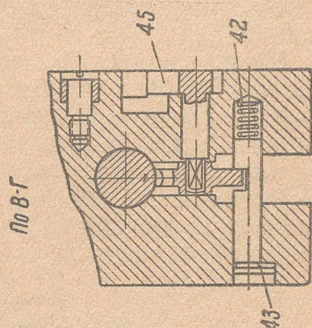
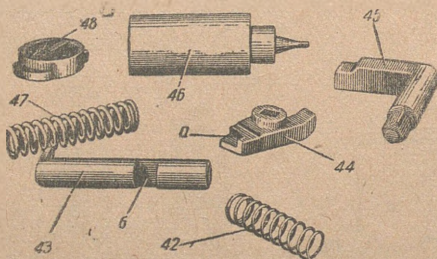

Рис. 10. Клин и детали ударного механизма (сб. 02):
Рис. 15. Детали ударного механизма (сб. 02):
Запирающий механизм (рис. 10—12)
Клин 41 (рис. 10 и 11). В верхней части клина имеются два отверстия *a* для рукоятки (рис. 10), при помощи которой клин вынимается из клинового гнезда казённого.
Ударный механизм (рис. 15 и 10)
Ударный механизм предназначается для производства выстрела; помещается он в центральном гнезде клина (рис. 10) и состоит из ударника 46, боевой пружины 47, взвода 44 ударника, оси 45 взвода, стопора 43 взвода с пружиной 42 и крышки 48 ударника (рис. 15).
1. Вынуть из клина ударный механизм (рис. 10 и 15), для чего:
д) утопить взвод 44 ударника (рис. 15); при этом освобождённый стопор 43 взвода, под действием пружины выйдет из своего гнезда в клине. Вынуть взвод 44 ударника.